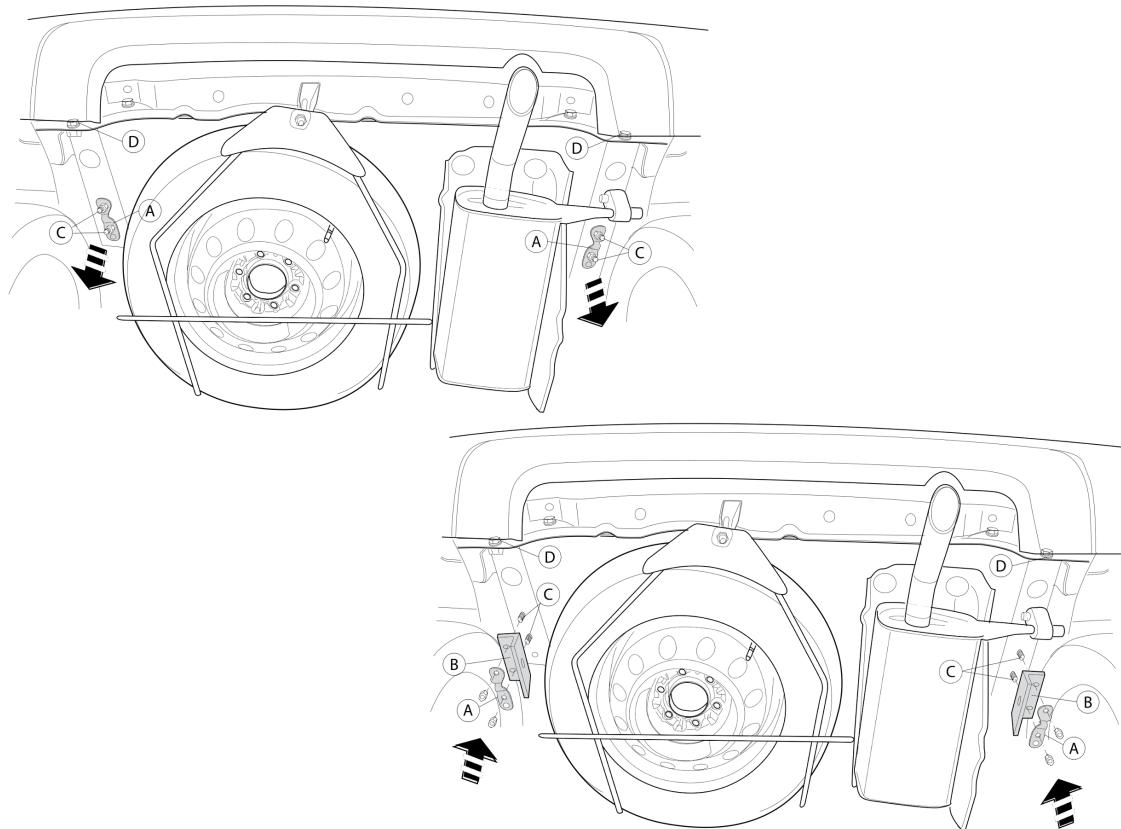

Fig. 1
- Снять если имеется кронштейны A слева и справа. См. рисунок 1.
- Поставить кронштейны B и прикрепить их в точках C, закрепив не до конца. См. рисунок 1.